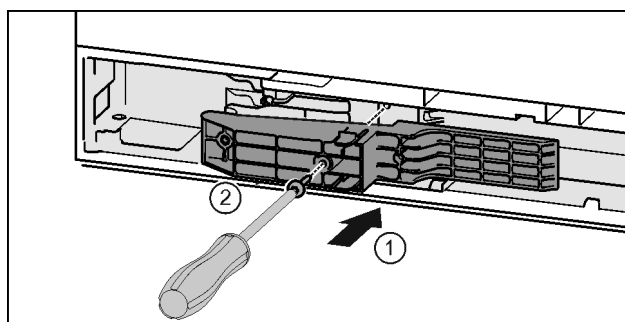

Fig. 43\*
- ▶ Adapterstück auf der Griffseite in die Aussparung einsetzen.\* Fig. 43 (1)
- ▶ Schrauben mit Schraubendreher T15 festschrauben.\* Fig. 43 (2)